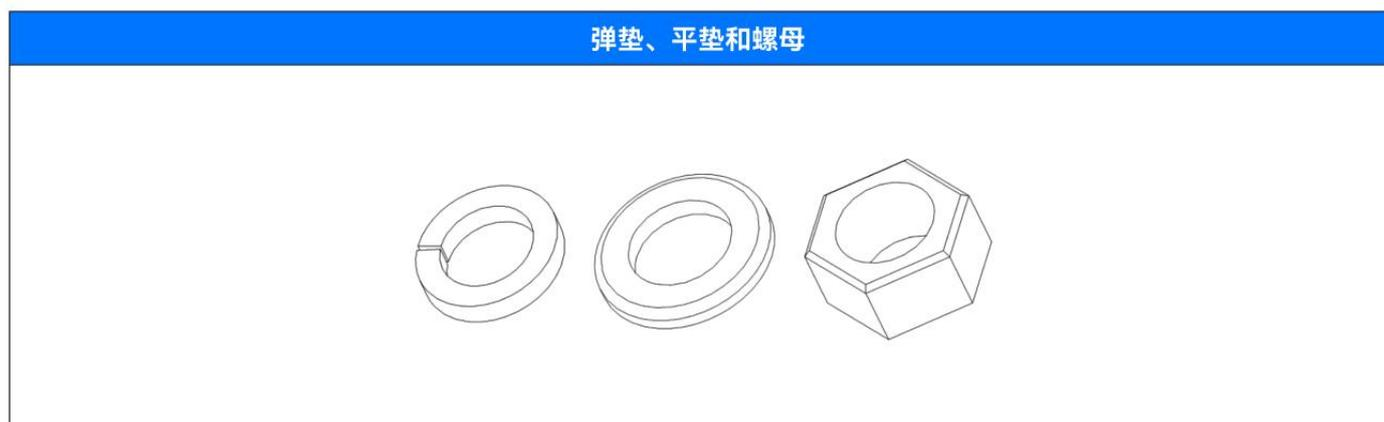

图3.1
1. 拆下4套安装用配件（螺母、弹垫、平垫），如图3.1，安装螺柱不用拆卸。将4套配件放置一边，切记不可丢失。